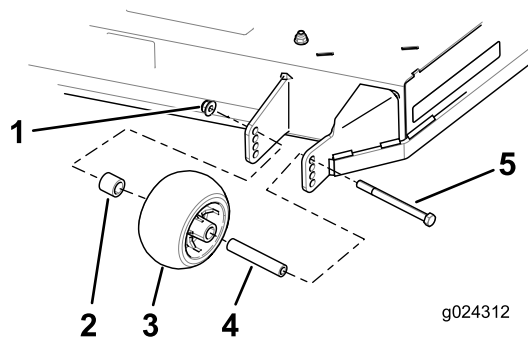

Figura 29
3. Retire la tuerca con arandela prensada, el rodillo protector de césped y el perno de la abrazadera (Figura 29).
- Alinee el perno y el rodillo protector del césped con el taladro del soporte que corresponda a la posición de altura de corte más próxima (Figura 29).
- Introduzca el perno en el taladro del soporte y sujete el perno y el rodillo protector del césped con la tuerca con arandela prensada (Figura 29).